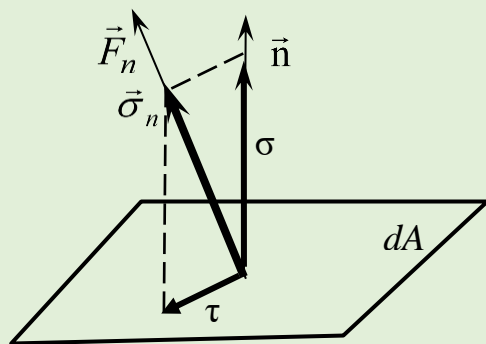

Рис.1. Напруження на елементарній площадці
**Напруження** – це інтенсивність дії внутрішніх сил на елементарній площадці перерізу тіла (рис. 1).